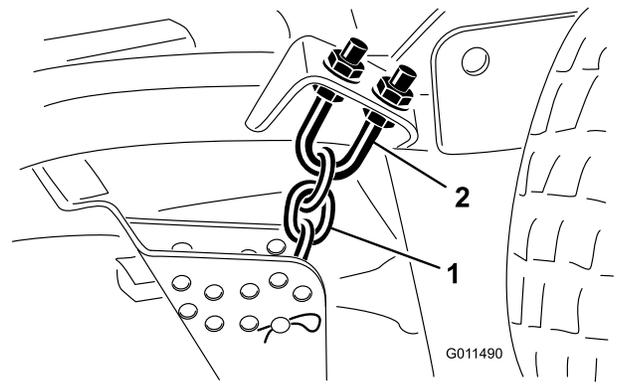

Figura 80
1. Allentate i controdadi sulla parte superiore o inferiore del bullone a U della catena dell'altezza di taglio (Figura 80).